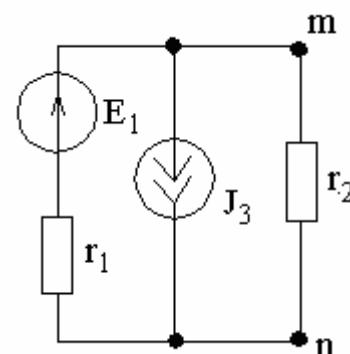

Рис. 36
6. Определить ток I_{mn} , если $E_1=20$ В, $J_3=10$ А, $r_1= r_2=10$ Ом (рис. 36).